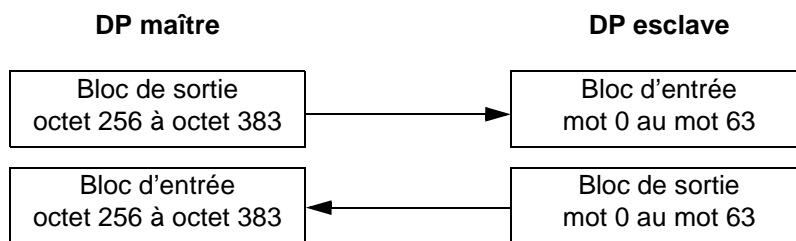

FIG. 48 : Echange maître/esclave
- Cela donne lieu à une plage comprise entre le mot 0 et le mot 63. La FIG. 48 illustre cet échange.
REMARQUE : La FIG. 48 n'a aucun rapport avec le bloc d'entrée et le bloc de sortie de Graco Gateway. La terminologie utilisée pour la configuration des balises est basée sur le point de vue de l'API (DP maître). Reportez-vous à **Installation de Graco Gateway** pour plus d'informations.